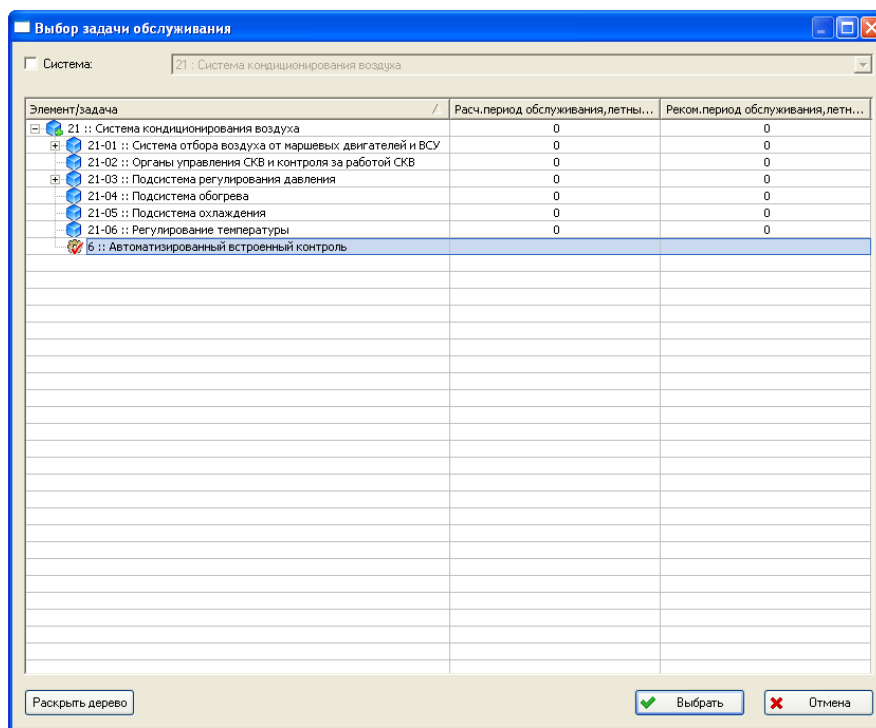

Рис. 2-19
- При выборе задачи обслуживания из структуры ЛСИ откроется окно **Выбор задачи обслуживания** (рис. 2-19).